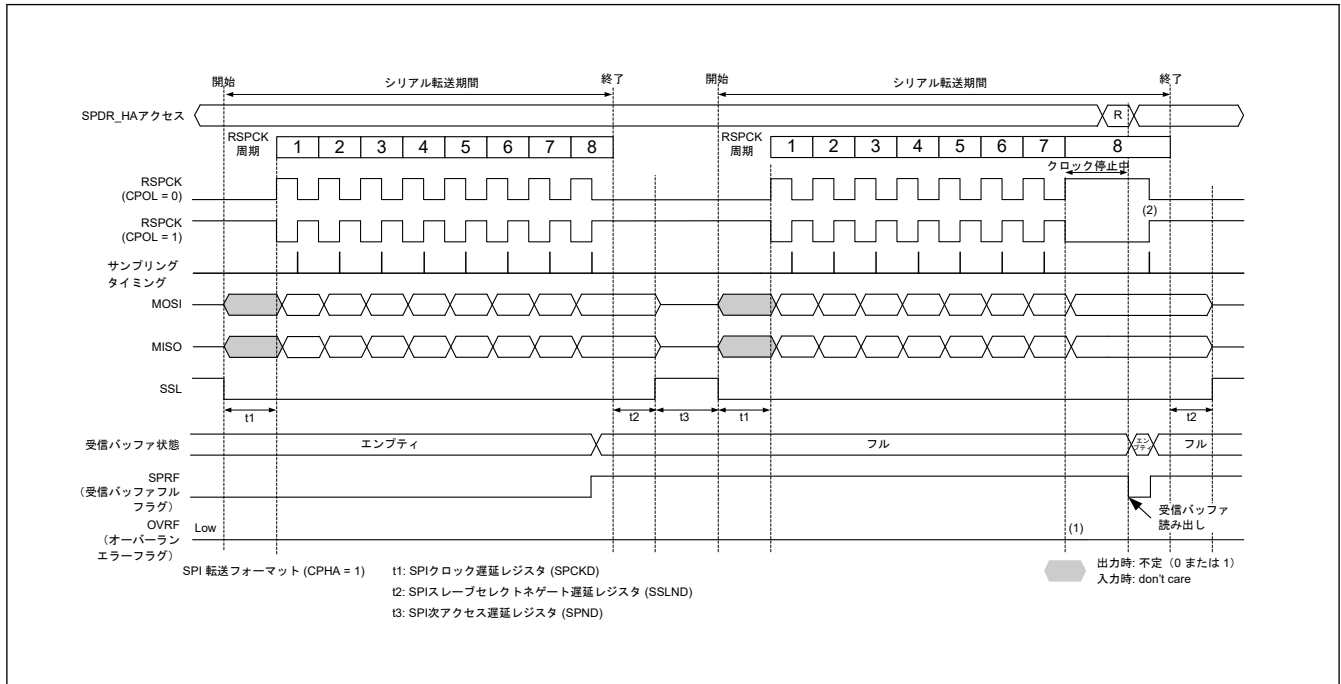
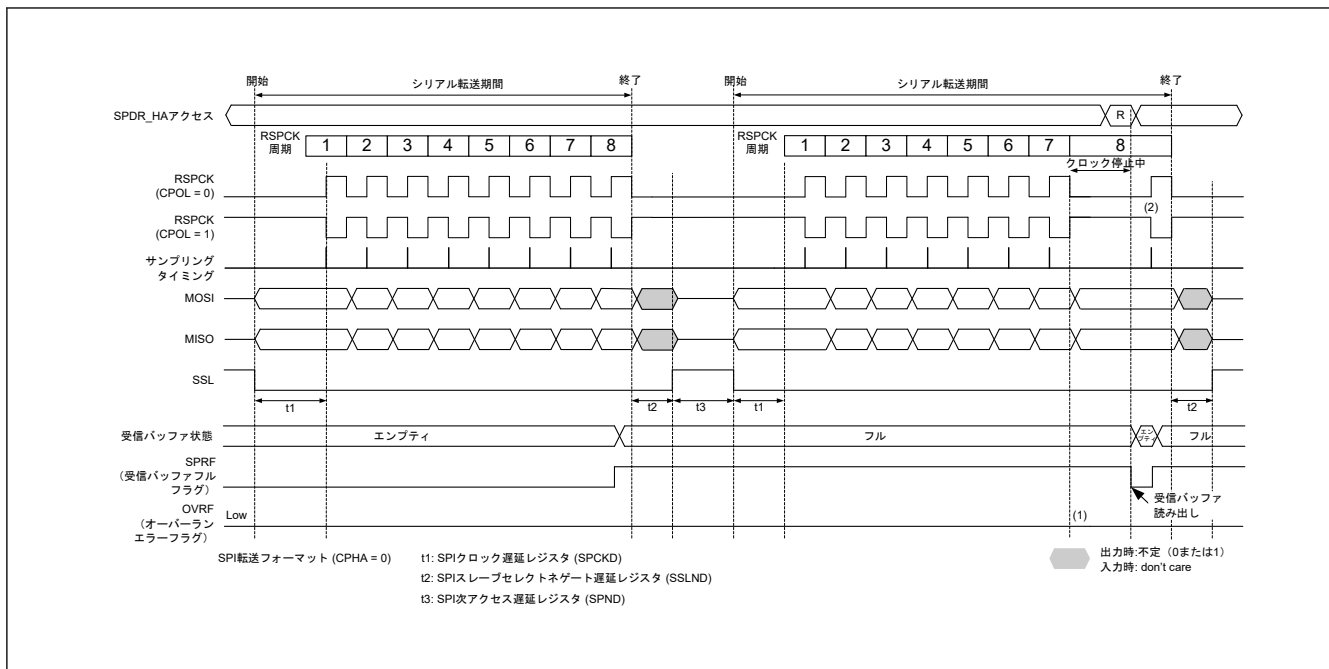

図 28.29 マスターモードの受信バッファフルの状態でのシリアル転送が継続するときのクロック停止波形 (CPHA = 1)
図 28.30 マスタモードの受信バッファフルの状態でのシリアル転送が継続するときのクロック停止波形 (CPHA = 0)
マスターモードで RSPCK 自動停止機能を有効 (SPCR2.SCKASE = 1) にした場合は、オーバーランエラーが発生しません。図 28.29 と図 28.30 に、マスターモード時の受信バッファフルの状態でのシリアル転送が継続するときのクロック停止波形を示します。
以下に、図 28.29 および図 28.30 の (1)、(2) に示したタイミングでのフラグ動作を説明します。